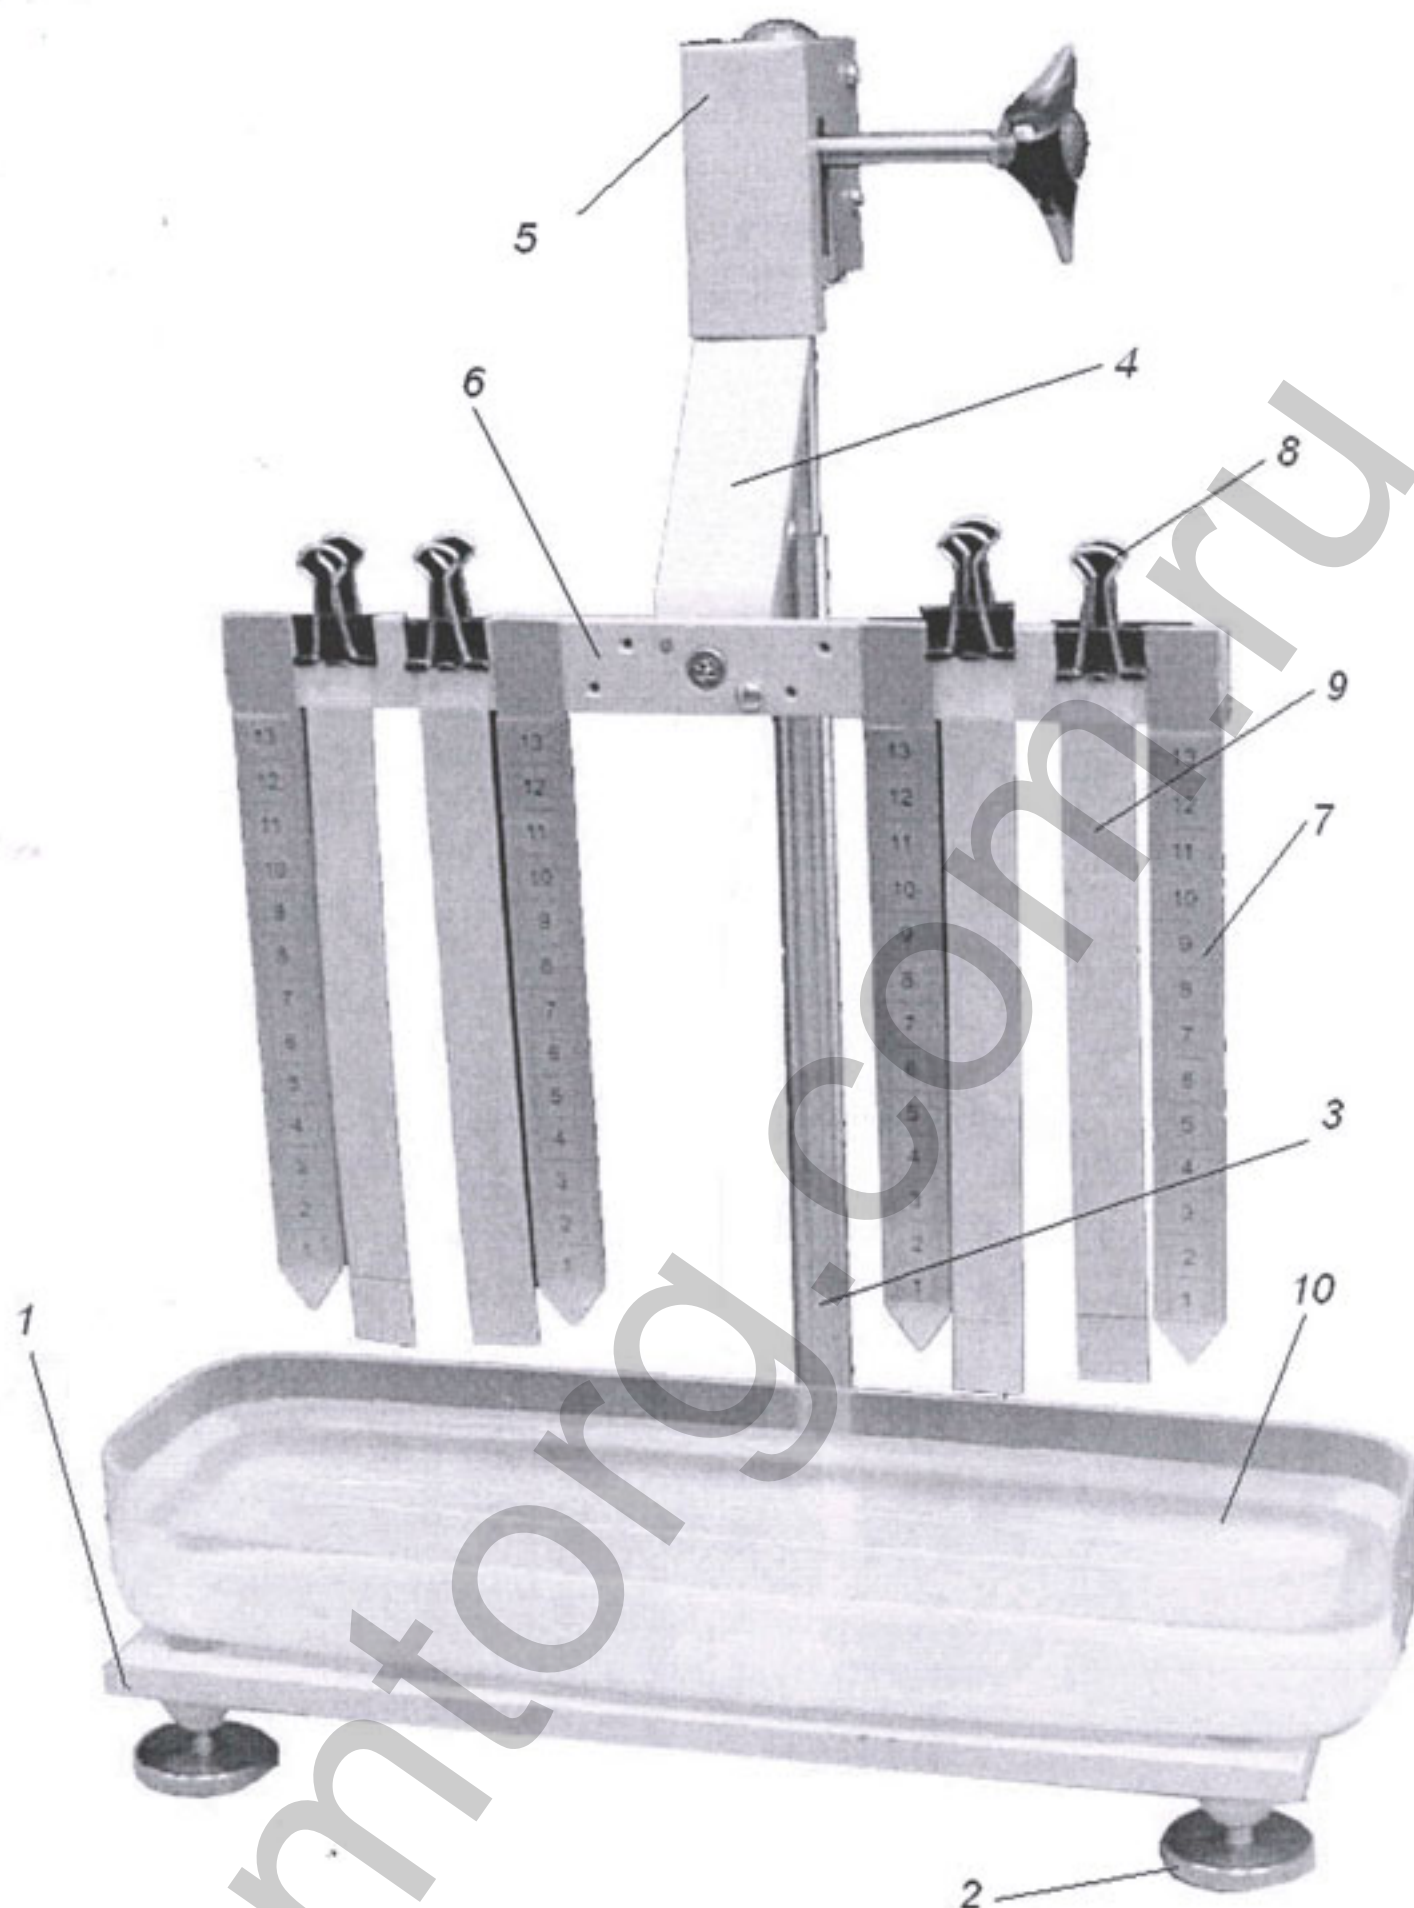

Рис.1 Измеритель капиллярной впитываемости бумаги (картона) В2-Т
4.1 Внешний вид измерителя изображен на рис. 1. Измеритель состоит из основания 1 с двумя установочными винтами 2 для установки по уровню; стойки 3, прикрепленной к основанию; кронштейна 4; механизма перемещения 5 с прикрепленными к нему планкой 6 с четырьмя линейками 7; шести зажимов 8 для крепления испытуемых образцов 9; ванночки 10.